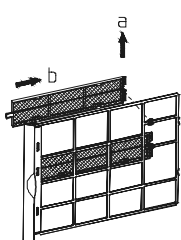

Fig. 19
- Pour retirer le filtre, prendre la poignée par derrière et tirer le filtre. (Voir figure 19).
### **FILTRE DE PURIFICATION DE REMPLACEMENT (Voir figures 19, 20, 21)**
- Retirez les deux cadres des filtres de purification du filtre principal (Voir figure 19).